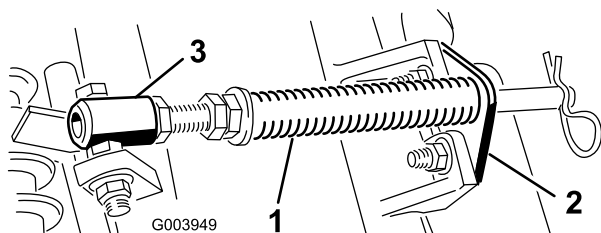

图5
- A. 拆下把杆支架固定到滚刀组凸耳上的 2 个车身螺栓和螺母（图5）。
- B. 拆下将弹簧管栓固定到承载架凸耳（图5）上的凸缘螺母，拆下组件。